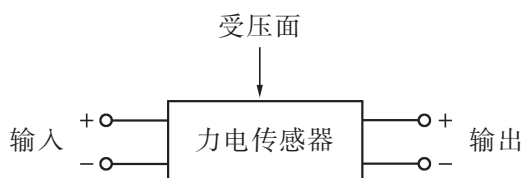

图 3-10
10. 某研究性学习小组为了测量物体的质量，找到一个力电转换器。该传感器的输出电压正比于受压面的压力（比例系数为  $k$ ），如图 3-10 所示，测量时先调节输入端的电压，使转换器空载时的输出电压为 0，然后在其受压面上放一物体，即可测得与物体的质量成正比的输出电压  $U$ 。